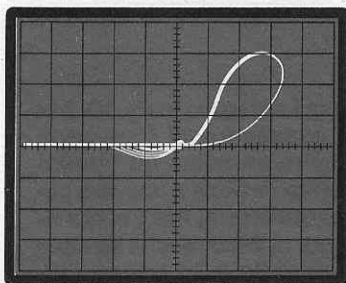

Fig.20 Se vi appare una traccia come visibile in questa figura, risultano solamente invertiti i due terminali Base - Collettore.
a) Se appare una traccia come visibile in fig.20, sono invertiti i due terminali BASE - COLLETTORE.